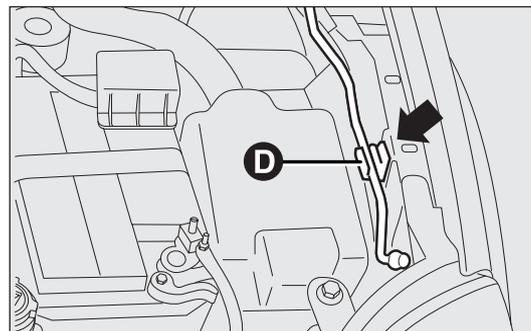
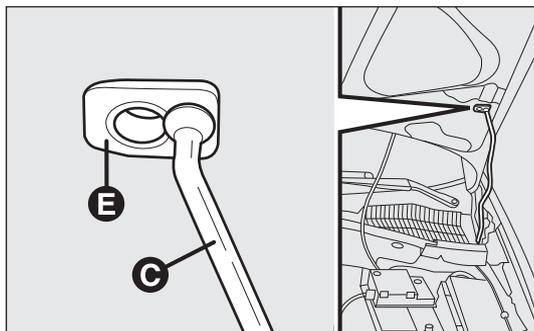

fig. 110
fig. 111
- soulever le capot et en même temps dégager la béquille de maintien D-fig. 110 de son dispositif de blocage, puis engager l'extrémité C-fig. 111 de la béquille dans l'emplacement E du capot.
- ❑ tenir le capot soulevé d'une main et de l'autre enlever la béquille C-fig. 111 du logement E et la remettre dans son dispositif de blocage D-fig. 110 ;